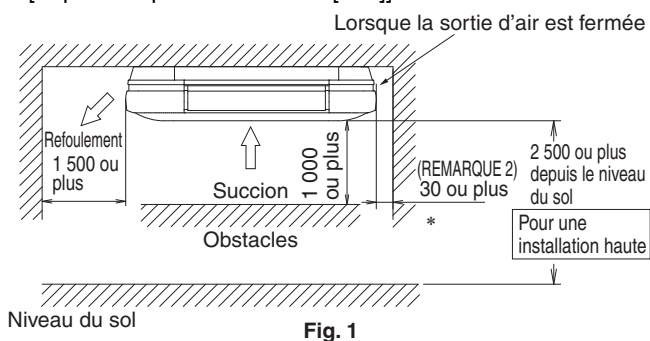
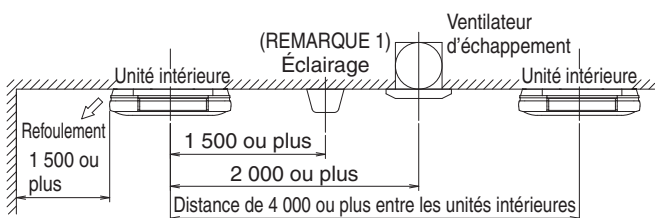

Fig. 1
Fig. 2
(1) Sélectionnez l'emplacement d'installation qui répond aux conditions suivantes et obtenez l'approbation du client.
- Où un espace suffisant pour l'installation et l'entretien peut être assuré. **(Reportez-vous à la Fig.1 et Fig. 2)**